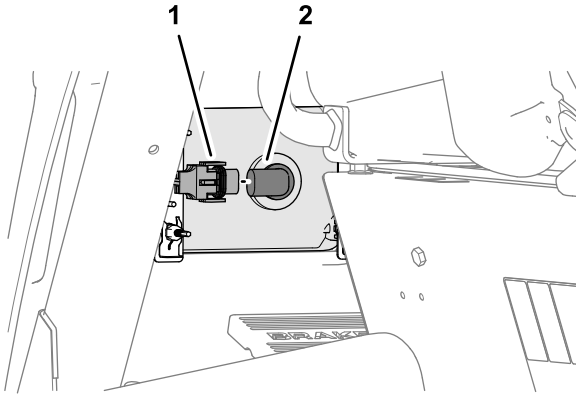

Bild 59
1. Trennen Sie den Scheinwerferanschluss des Maschinenkabelbaums vom Anschluss der Scheinwerferlampe (Bild 59).